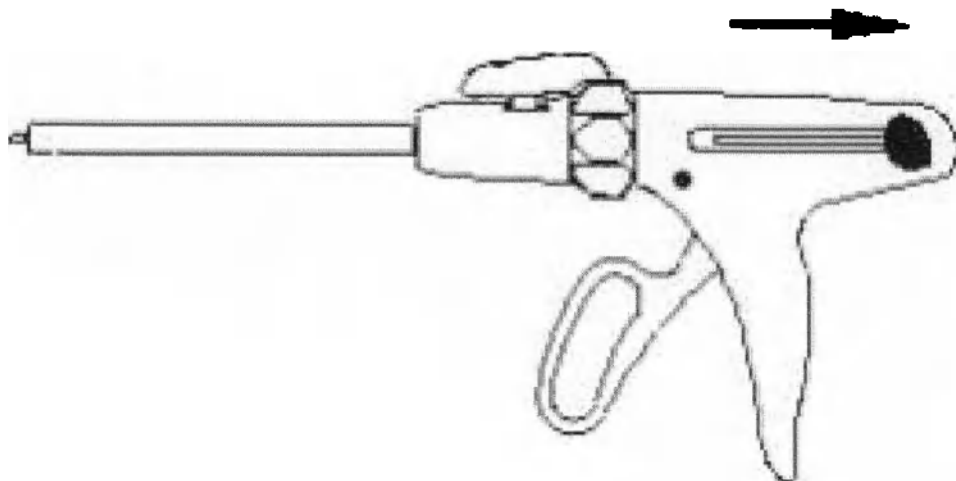

Рисунок 4.
1. Чтобы выгрузить кассету из степлера, рычаг фиксатора должен находиться в нейтральном положении. Убедитесь, что губки кассеты открыты, полностью потянув черные ручки возврата назад. (Рисунок 4).